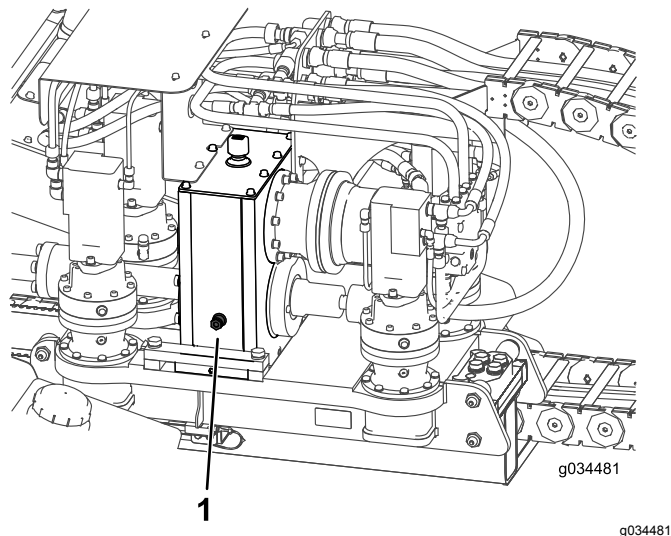

Рисунок 106
2. Проверьте уровень масла по смотровому стеклу на каждом планетарном мотор-редукторе напорного механизма (Рисунок 106).
3. Снимите крышку сапуна и долейте масло в планетарный редуктор так, чтобы уровень масла доходил как минимум до середины смотрового стекла (Рисунок 106).
2. Проверьте уровень масла по смотровому стеклу на редукторном приводе (Рисунок 106).
3. Снимите крышку сапуна и долейте масло в редукторный привод так, чтобы уровень масла доходил как минимум до середины смотрового стекла (Рисунок 106).
8. Залейте масло в редуктор так, чтобы его уровень поднялся выше середины смотрового стекла (Рисунок 106).